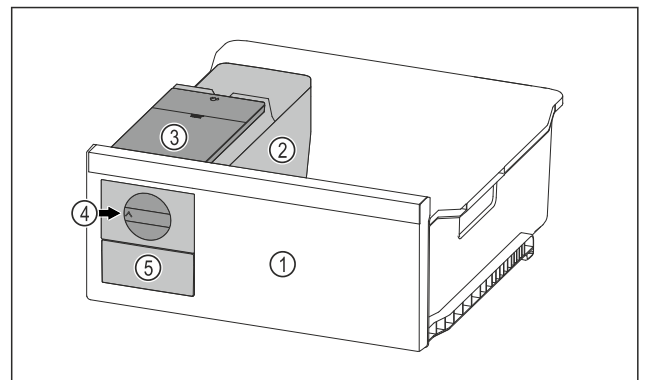

Fig. 150 Immagine a titolo di esempio
- Ruotare la manopola Fig. 150 (4) verso destra finché non si arresta.
- I cubetti di ghiaccio cadono dalla ciotola dei cubetti di ghiaccio nel cassetto dei cubetti di ghiaccio Fig. 150 (5). Se non tutti i cubetti di ghiaccio fuoriescono dalla ciotola dei cubetti di ghiaccio: